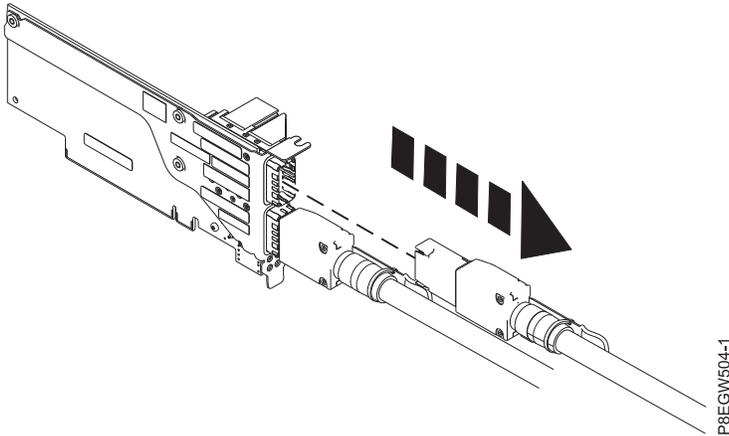

Abbildung 3. Kabel des Erweiterungseinschubs aus dem Anschluss des PCIe3-Lichtleiterkabeladapters im Hostsystem entfernen
2. Fassen Sie die Haltezunge und ziehen Sie das Kabel des Erweiterungseinschubs aus dem Anschluss des PCIe3-Kabeladapters im Hostsystem heraus, wie in Abb. 3 auf Seite 4 dargestellt.